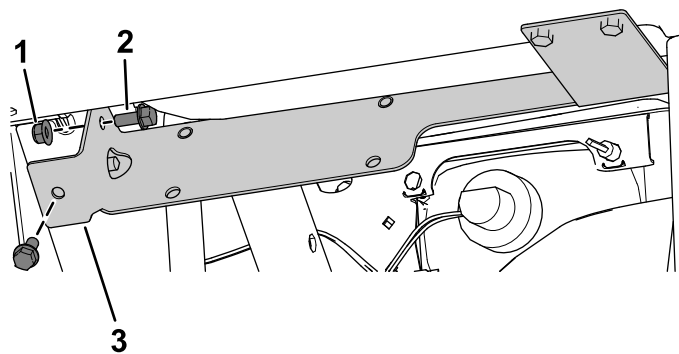

Figura 27
- D. Fije el lado izquierdo del soporte del calentador con los 2 pernos con arandela prensada (5/16" x 3/4") y 2 tuercas con arandela prensada (5/16"), tal y como se muestra en la Figura 27.